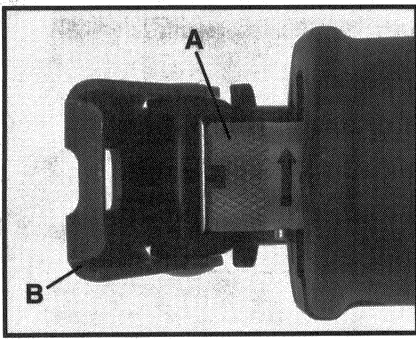

Fig. 3
1. Hay que tener el árbol alternativo (eje de vaivén) totalmente extendido para permitir entrada al collar de seguridad de la segueta (A) Fig. 3, de *Quick-Change*™. Si es necesario, déle un topetón ligero al gatillo para mover el árbol alternativo hasta su posición extendida (como está ilustrado en la Fig. 3).
2. Gire la zapata de guía (B) Fig. 3, hacia adelante para aumentar la entrada al seguro de segueta.